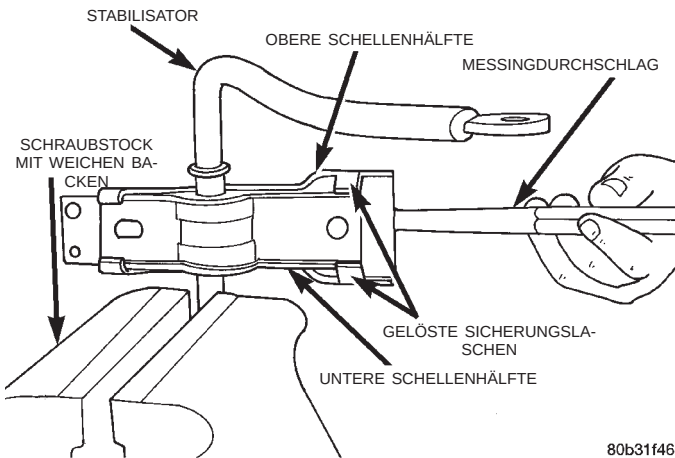

Abb. 35 Gummilagerschelle ausbauen
(6) Die Sicherungslaschen an der breiteren Seite der oberen Gummilagerschelle vorsichtig von der unteren Hälfte zurückbiegen.
(7) Mit einem Hammer und einem Messingdurchschlag die obere Hälfte der Gummilagerschelle nach vorn schlagen, so dass sie sich von der unteren Hälfte und dem Gummilager löst (Abb. 35).